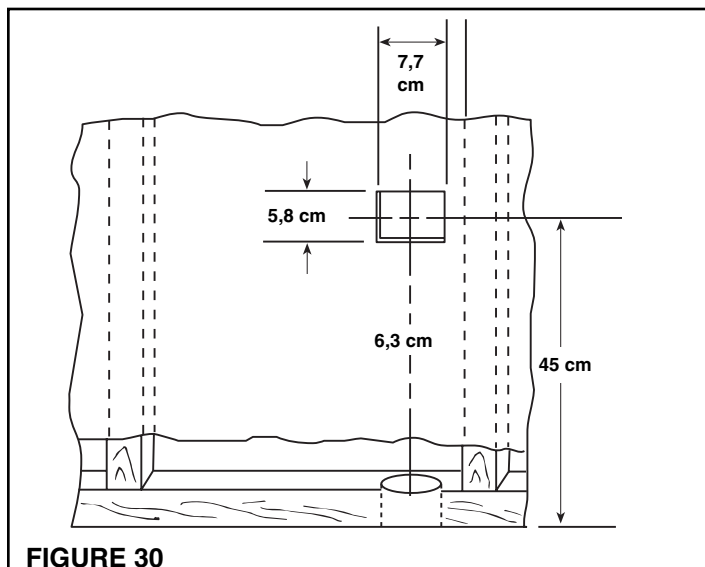

FIGURE 30
5. S'il n'y a aucune obstruction, découpez une ouverture pour la prise dans le mur à approximativement 45 cm du sol. Assurez-vous que l'ouverture du mur et le trou de la tuyauterie de 6,35 cm de diamètre sont alignés (Figure 30).